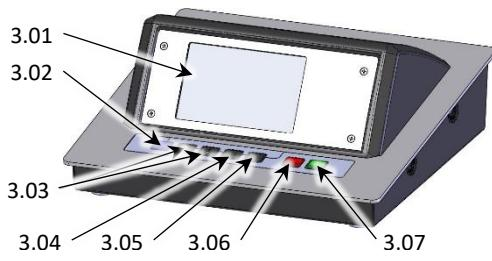

Abb. 3 Frontseite Elektronikeinheit
- Stecken Sie den 15-poligen Sub-D-Stecker der Zuleitung BE 4 - DTE II in die Buchse (3.09, Abb.3) der Elektronikeinheit ein und ziehen Sie die Schrauben fest.